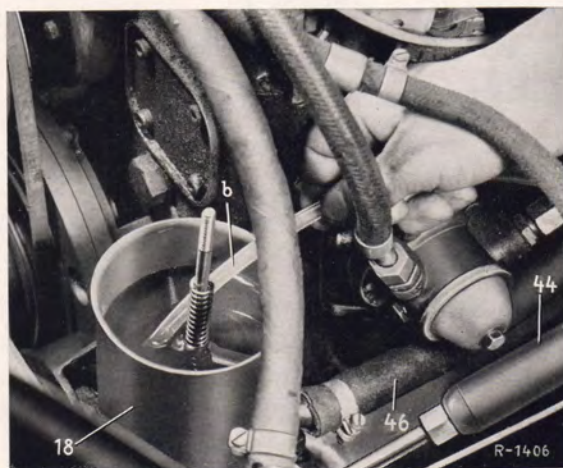

Bild 46-2/12
28. Bei den Linkslenker-Typen 220b und 220Sb den Befestigungsrahmen für die Batterie gegen den Befestigungsrahmen (63) austauschen.
30. Entlüfterschlauch (b) über die Entlüfterschraube der Servo-Lenkung schieben und Schlauchende in den Vorratsbehälter halten (Bild 46-2/12).